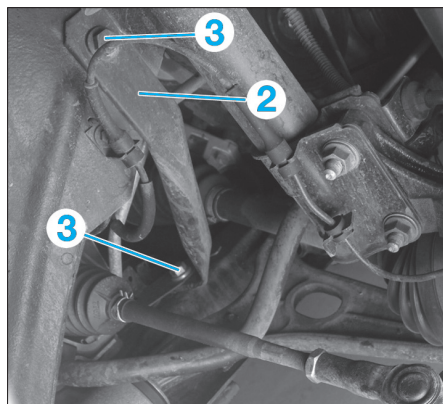

Fig. 2
- Du côté droit, déposer le tirant (2) en dévissant les vis (3) (Fig.2).